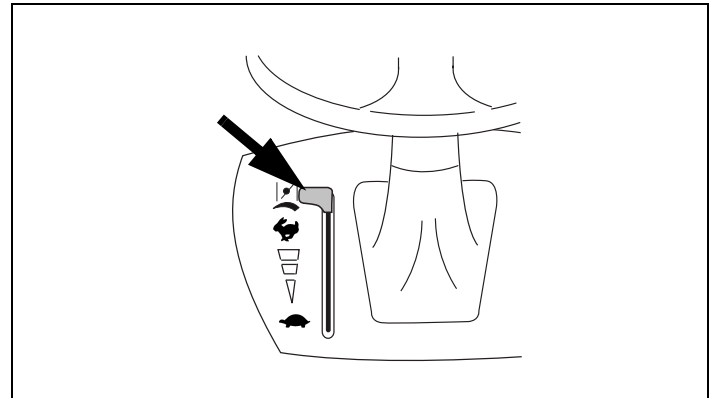
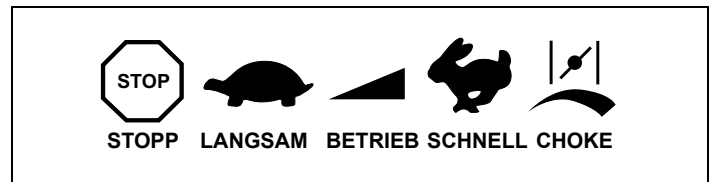

Abbildung 12. Drehzahl- und Choke-Kombinationshebel
Abbildung 13. Übliche Motorensymbole
- Anschließend den Kombinationshebel im Bereich BETRIEB auf die gewünschte Drehzahl einstellen. Siehe Abbildung 12. Siehe Abbildung 13.